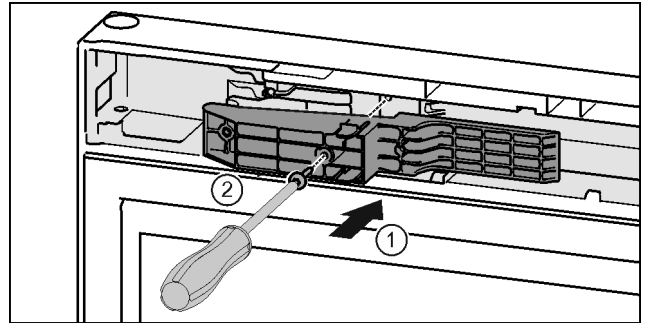

Fig. 48 \*
- ▶ Rankenos pusėje įstatykite adapterį į angą. Fig. 48 (1)\*
- ▶ Tvirtai prisukite varžtus atsuktuvu T15. Fig. 48 (2)\*